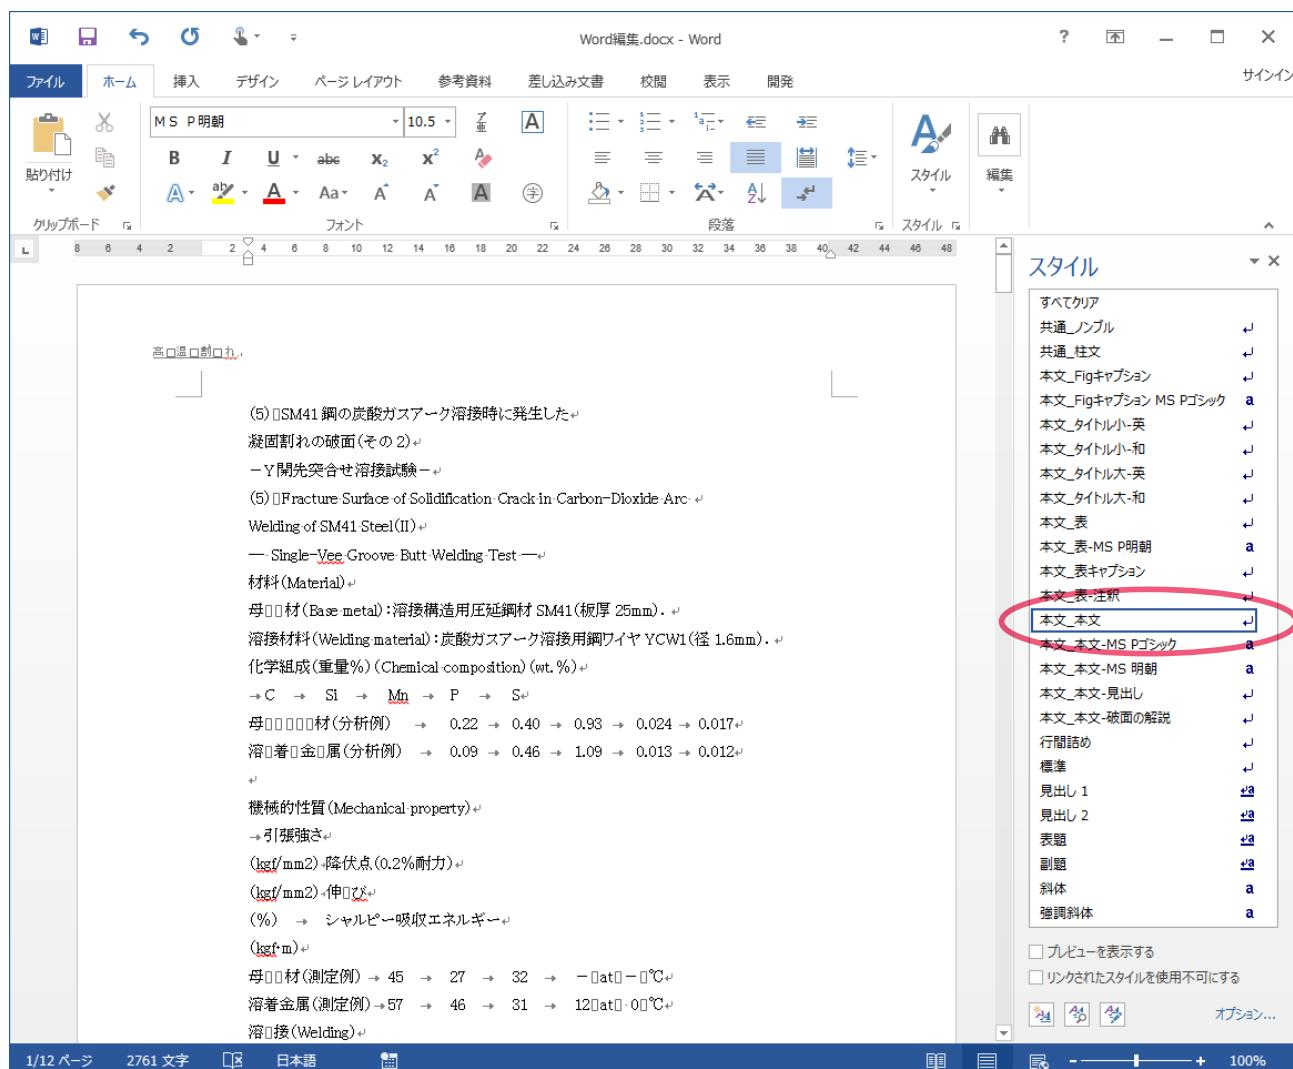

図12 本文テキストのペースト
② 本文テキストのペースト
2. で追加したページの偶数ページ先頭にカーソルを移動し、スタイルパレットから「本文_本文」(段落スタイル)をクリックして適用します。そこへテキストエディタからクリップボードにコピーしたテキストをペーストします(図12)。